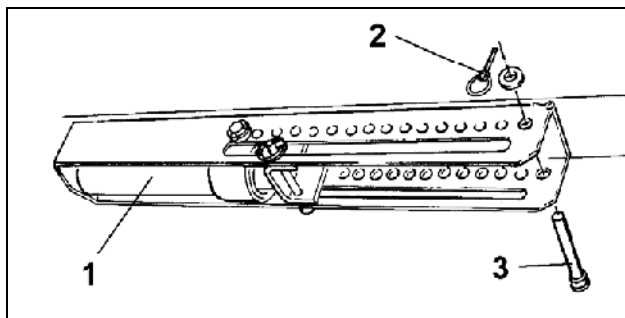

Fig. 88
- Hydraulikcylinderen (Fig. 88/1) gøres trykløs
- Bolten (Fig. 88/3) sættes i et hul i hulskinnen og sikres derefter med en ringsplit (Fig. 88/2).